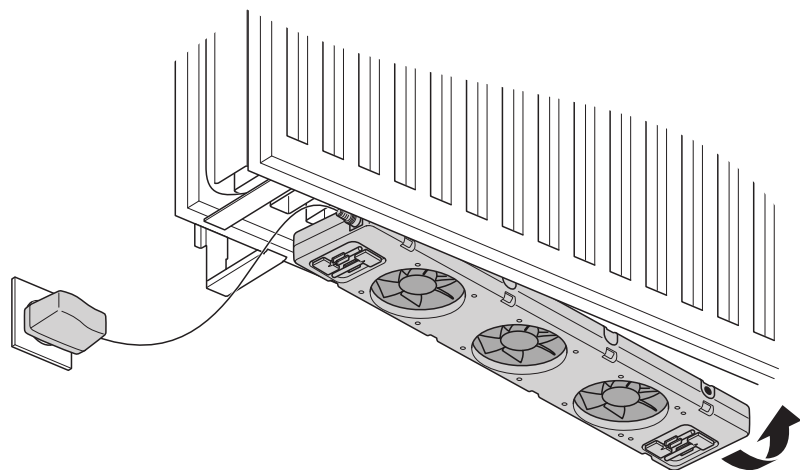

Fig. 2 – Fixation du SpeedComfort (A).
2. Choisissez un emplacement où les supports muraux et les fixations du radiateur ne gênent pas. Fixez le **SpeedComfort** (A) au bas du radiateur, entre les panneaux, à l'aide des **glissières magnétiques réglables** (B) (voir Fig. 2). Le **SpeedComfort** (A) peut également être installé sur la partie supérieure du radiateur, sous un capot. **REMARQUE :** Veillez à ce que les ventilateurs soient orientés vers le haut dans ce cas également !